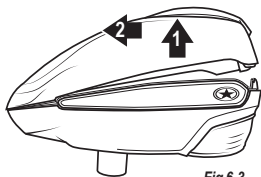

Fig 6.3
3. Soulevez la coquille supérieure de façon à l'écarter de la coquille inférieure, en l'inclinant légèrement vers l'avant, jusqu'à ce qu'elle soit libérée (Fig. 6.3).